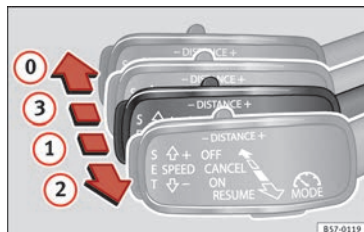

Fig. 186 A sinistra del piantone dello sterzo: terza leva per utilizzare il sistema di regolazione automatica della velocità.
- Tirare la leva portandola in posizione **1** » **fig. 186.** Sul display del quadro strumenti verrà visualizzato **ACC standby**.